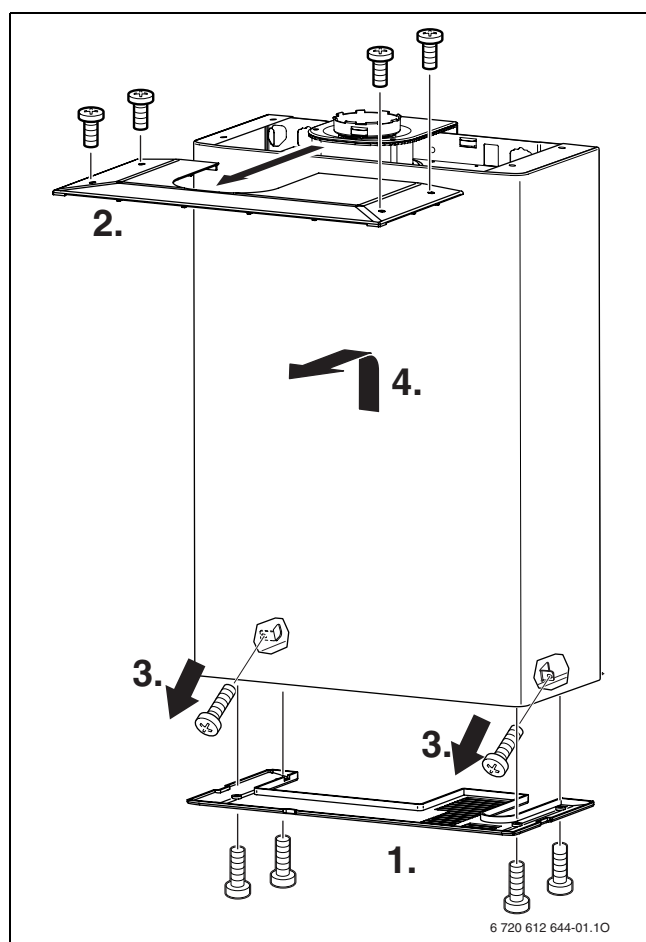

Fig. 1
- Svitare le 4 viti di fissaggio sulla copertura superiore e rimuoverla, tirando in avanti (Pos. 3, Fig. 1).
- Svitare le 4 viti di fissaggio sulla copertura inferiore e rimuovere la copertura inferiore (Pos. 1, Fig. 1).
- Allentare le due viti di sicurezza in basso nel mantello frontale (Pos. 3, Fig. 1).
- Sollevare il mantello frontale verso l'alto ed estrarlo in avanti (Pos. 4, Fig. 1).